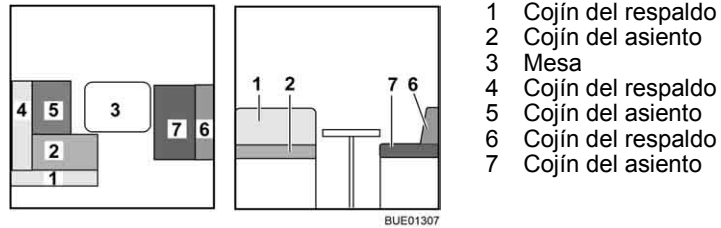

Fig. 148 Antes de la transformación
- Transformar la mesa (Fig. 148,3) en base de cama (véase apartado 6.10).
- Quitar el cojín del respaldo (Fig. 148,1) y ponerlo a un lado.